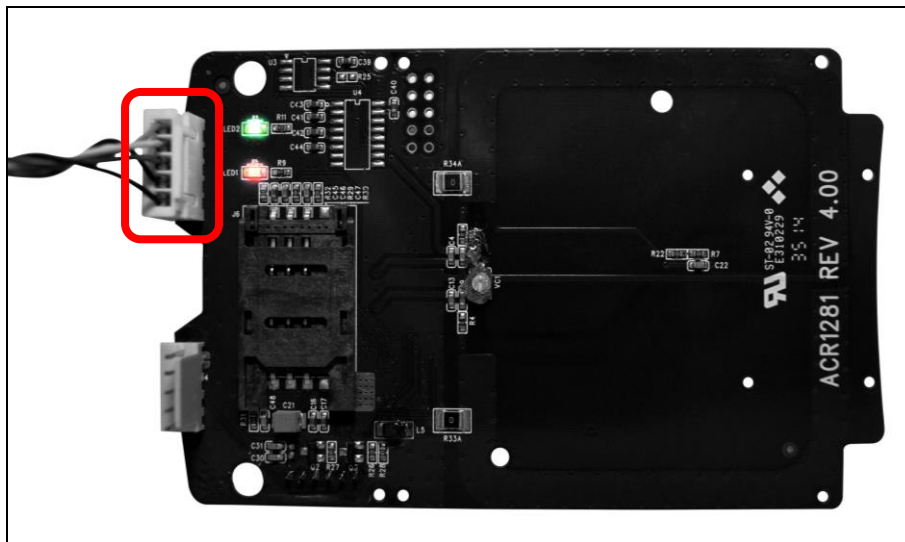

图6：ACM1281S-C（通过串口）
1. 使用 RS-232 连接线将插座 **J5** 连接至其他外围设备（请参考图 6）。